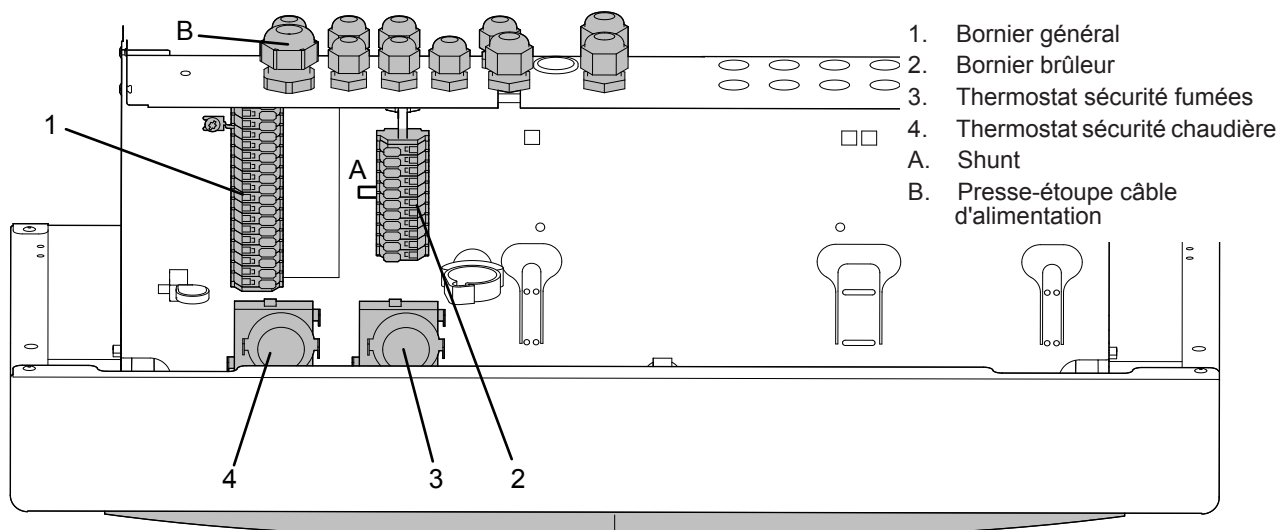

fig. 23 - Coffret électrique
- Commande directe sur le brûleur : Raccorder le thermostat d'ambiance aux bornes **6**, **7** du **bornier brûleur**, en lieu et place du **shunt A** (fig. 23). Shunter les bornes **6**, **7** (TA1) du **bornier général**.